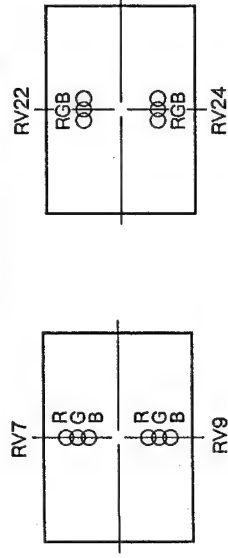

図 1-16
7. DC基板のRV7, RV9, RV22, RV24にて赤・緑・青のドットが重なるように調整する。(図1-16参照)